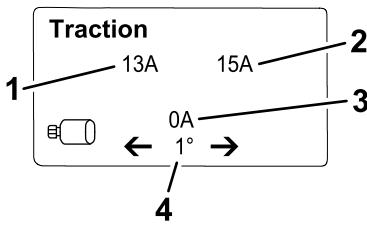

Figura 22
- **Pantalla de información de tracción  (Figura 22):** muestra el ángulo de dirección actual y el amperaje asignado a cada motor de tracción.